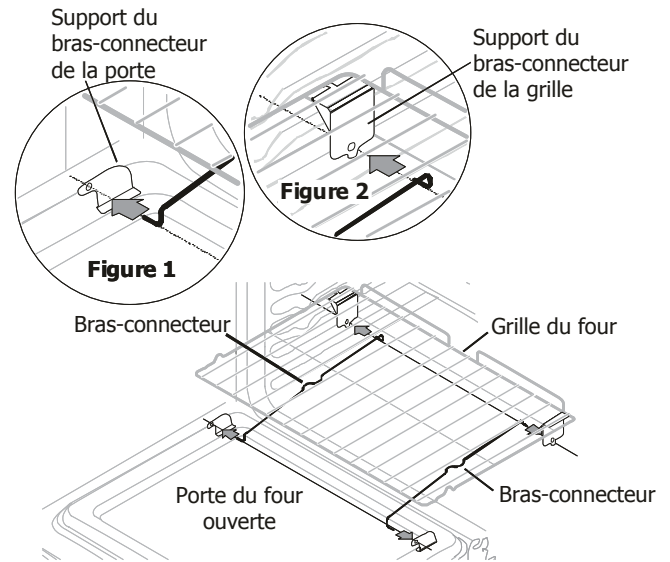

Figure 3 - Installation de la grille **Effortless^{MC}**
4. Assemblez un bras-connecteur à la fois. Avec la porte du four ouverte et la grille en place, installez un bout du bras-connecteur dans le trou du support du bras-connecteur situé sur la porte (Figure 1) et l'autre bout du bras-connecteur dans le trou du support bras-connecteur de la grille (Figure 2 et à la figure 3). La grille devra être tirée hors du four ou repoussée dans le four pour ajuster la position de la grille avec la longueur du bras-connecteur.